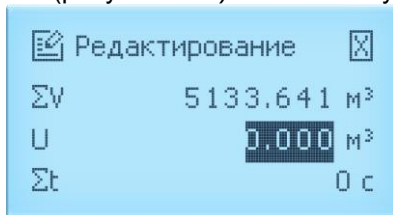

Рисунок 2.19 – Окно «Редактирование»
2.5.7.3 Если пароль набран правильно, то на индикаторе появится сообщение «Выполнено! Нажмите кнопку» (рисунок 2.13). Для перехода к окну «Редактирование» (рисунок 2.19) нажать любую кнопку.
Для возврата к окну «Редактирование» (рисунок 2.19) без сохранения изменений:
2.5.7.6 Для возврата к экрану №5 «Счетчики» в окне «Редактирование» (рисунок 2.19):